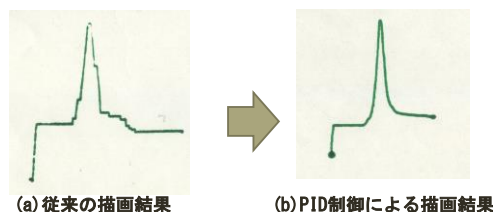

Fig.3 Spectrum data of pen-recorder
- (2) 次に、得られた PID 制御パラメータをペンレコーダの制御に反映させ、スペクトル描画を行った結果を Fig.3 に示す。従来(PID 制御なし)の描画結果に対し、今回の PID 制御による描画結果は、スペクトル形状を良く再現している。PID 制御は自動制御の中で最も用いられる制御方式である。我々が開発した本計測システムは光学実験教材のみならず、制御実験教材としての利用も期待できる。